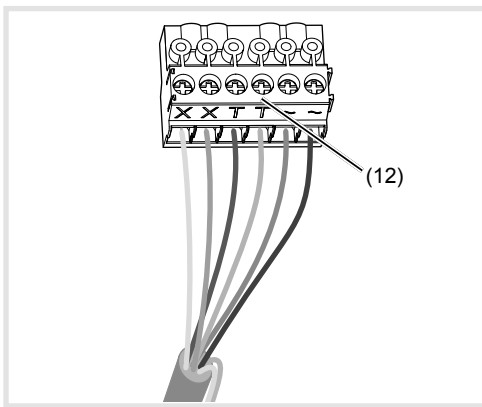

Bild 7: verdrahteter Anschluss-Klemmblock
- Anschluss-Klemmblock (12) vom Audioeinsatz nach unten hin abziehen.
- Adernpaar der 2Draht Busleitung an die Klammern **XX** des Anschluss-Klemmblocks anschließen (Bild 7).
- Gegebenenfalls Türöffner-Leitung an die Klammern **TT** des Anschluss-Klemmblocks (Bild 7 und 8) anschließen.
- Für Ruftasten-Hinterleuchtung 12 V~ Zuleitung vom Netztransformator an die Klammern **~** des Anschluss-Klemmblocks anschließen (Bild 7 ... 9).
- Mit ∇ / Δ den gewünschten Menüeintrag wählen (Bild 7).